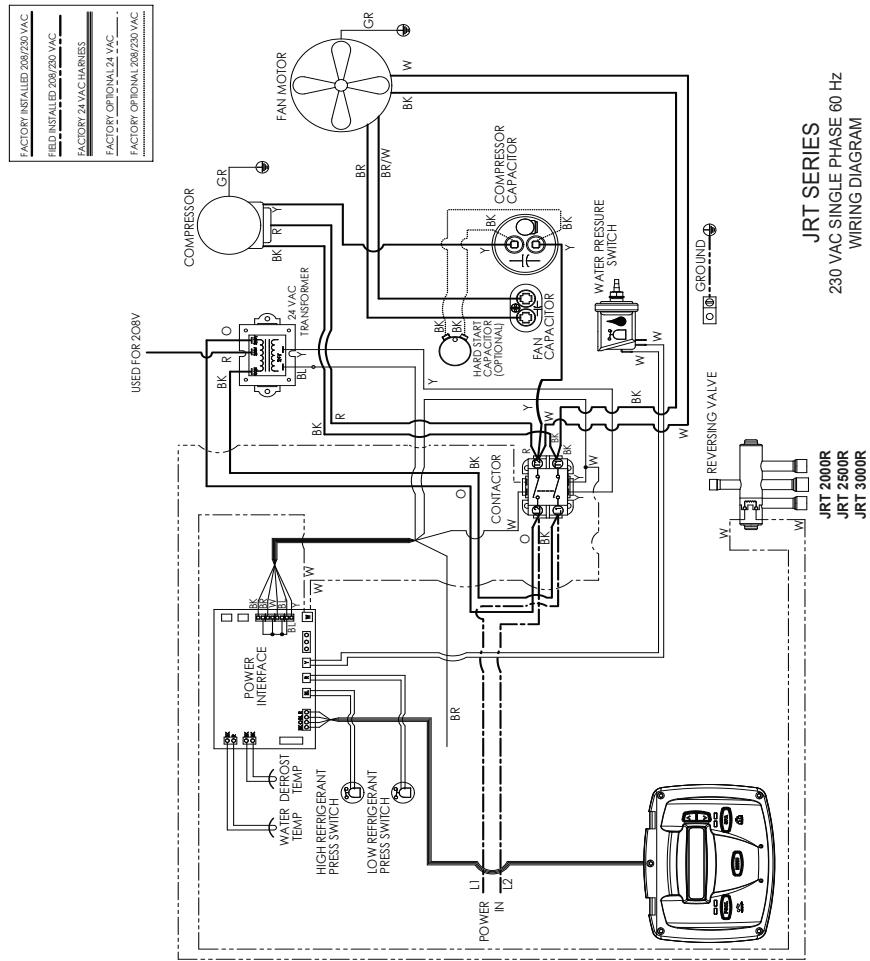
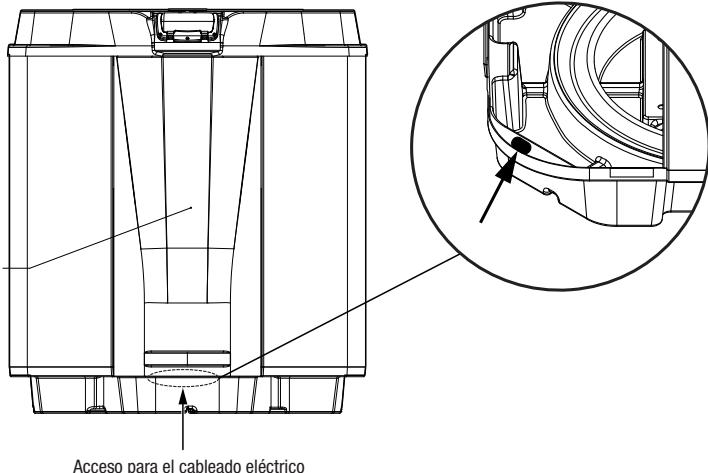

Figura 8. Diagrama de cableado para JRT con suministro eléctrico monofásico
Figura 10. Vista delantera de la bomba de calor Jandy JRT
Las conexiones del cableado deben hacerse exactamente como se muestra en el diagrama de cableado de la parte inferior del compartimiento de acceso de la bomba de calor (consulte la *Figura 8* para un cableado eléctrico monofásico). La bomba de calor debe incluir un medio definido de conexión a tierra y conexión equipotencial. Hay un terminal de conexión equipotencial en el lado derecho de la bomba de calor, donde debe conectarse un cable de conexión equipotencial.
2. Extraiga los tres (3) tornillos que conectan el panel de servicio/acceso a la unidad de la bomba de calor (consulte la *Figura 10*).
8. Conecte los cables a los terminales del contactor principal como se indica en el diagrama de cableado. Consulte la *Figura 8*.
- Extraiga los tornillos que conectan el panel de servicio/acceso a la unidad de la bomba de calor y la cubierta de la caja de conexiones (consulte la Figura 10).
2. Extraiga los tornillos que conectan el panel de servicio/acceso a la unidad de la bomba de calor y la cubierta de la caja de conexiones (consulte la Figura 10).
3. Tienda los cables del sistema de control de la piscina/del hidromasaje hasta la conexión de conductor etiquetada "Low Voltage Connection" (Conexión de bajo voltaje) y ubicada en la parte inferior derecha de la bomba de calor (consulte la Figura 10). Asegúrese de que los conductores no estén pellizcados o dañados.
2. Extraiga los tres (3) tornillos que conectan el panel delantero a la bomba de calor y extraiga el panel delantero. Consulte la *Figura 10*.
5. Tienda cuatro (4) cables de cobre macizo 22 AWG hacia adentro de la membrana blanda de bajo voltaje ubicada en la parte inferior izquierda de la bomba de calor. Los cables pueden tener hasta 300 pies (91,4 m) de largo.
6. Conecte los cables en el terminal de 4 posiciones de la esquina inferior izquierda de la placa de PC de la interfaz de energía etiquetada como "User Interface1" (Interfaz de usuario 1). Consulte la *Figura 8*. Los cables se agregarán al cableado existente a la interfaz del usuario instalada en la bomba de calor.